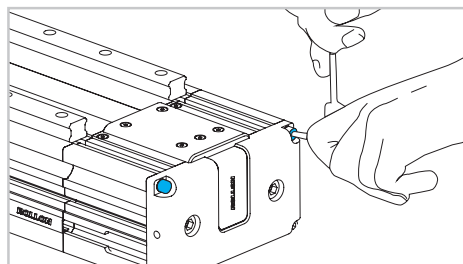

Fig. 11
- 12) Desserrer les 4 vis de la plaque d'extrémité de la tête folle (voir Fig. 11).